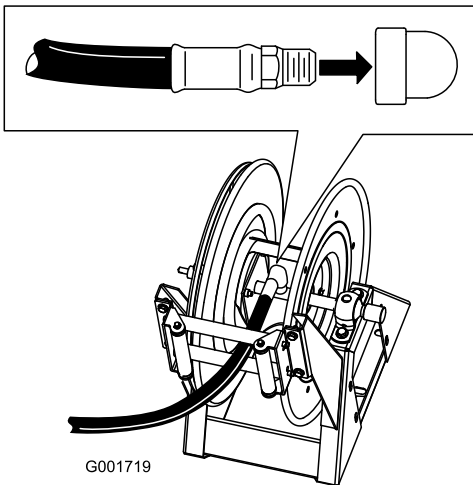

Figura 40
1. Aplique sellador de PTFE a las roscas del conector de manguera de la manguera larga, e instale el acoplamiento en el tubo de conexión del carrete (Figura 40).